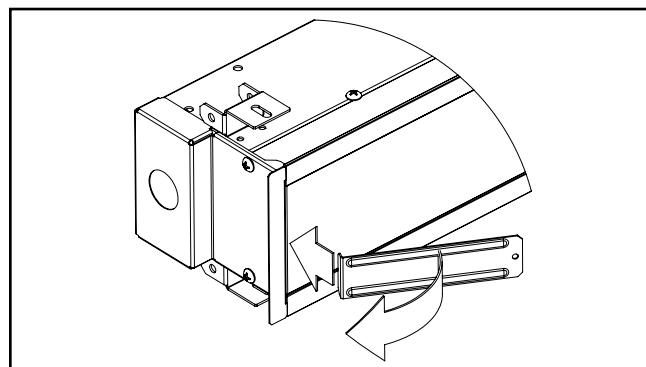

Figura 4.
3. Una vez que se retire la tapa de extremo, se puede quitar el lente, ya sea deslizándolo hacia afuera por el extremo abierto, o quitándolo con la herramienta de extracción de lentes en forma de L que se suministra con la luminaria. Para retirar el lente usando la herramienta de extracción, colóquela en el espacio entre el lente y la tapa de extremo, debajo del lente, y sáquelo. Ver la figura 4.